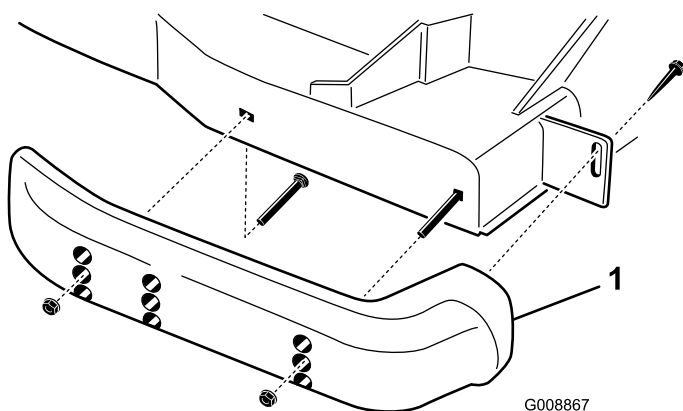

Рисунок 30
1. Отпустите передний винт каждого полоза (Рисунок 30).
2. Снимите с каждого полоза болты с буртиком и гайки (Рисунок 30).